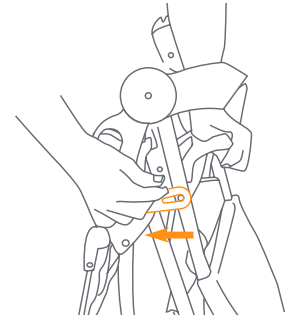

Fig. 22a
- 22)** • Stand the stroller on the ground with all three wheels touching the ground. Remove the fold latch, which is located on the right side (Fig. 22a).
- Apoye el carrito de modo tal que las tres ruedas toquen el suelo. Suelte el pestillo de pliegue, que se encuentra a la derecha del carrito (Fig. 22a)